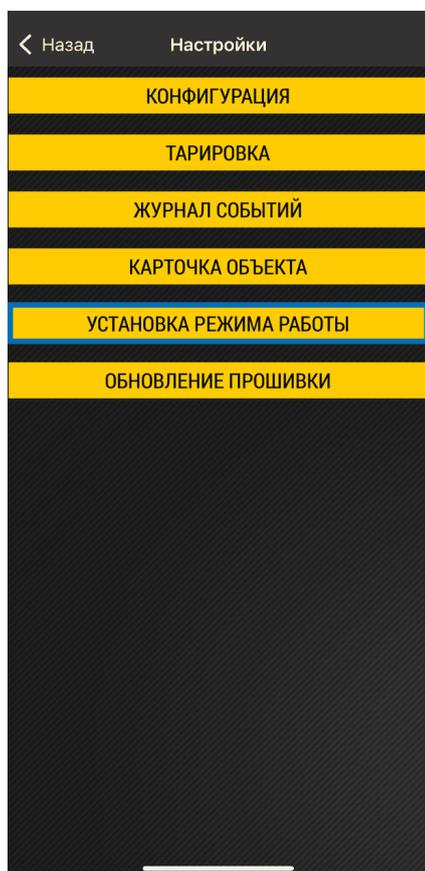

Рис.26. Установка режима работы
3. Далее выберите в приложении Настройки | Установка режима работы (Рис.26).